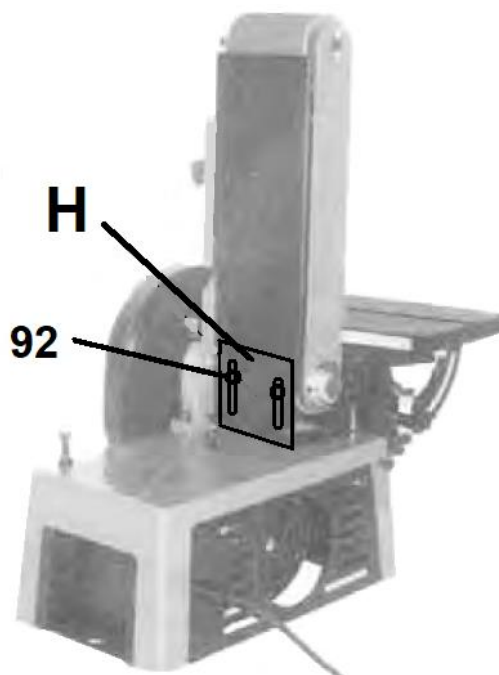

Abbildung 8-2: Abdeckplatte neu positionieren
2. Die 2 Schrauben (92, Abb. 8-2) lösen und die Abdeckplatte (H) so positionieren, dass sie ganz nach unten zu liegen kommt. Die Schrauben wieder festziehen.